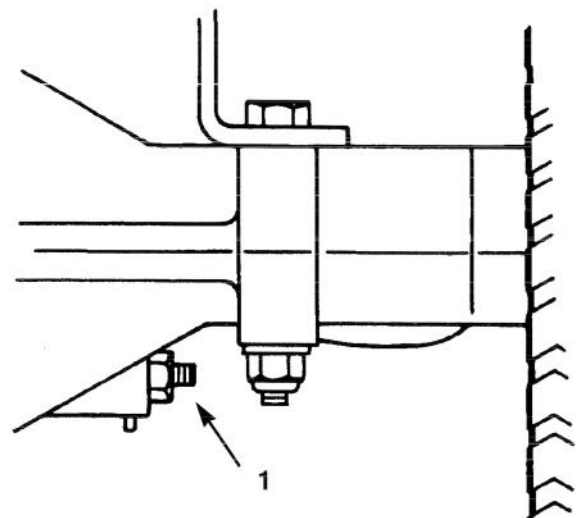

Figure 15
2. Pour augmenter la résistance du frein, visser l'écrou de réglage (Fig. 15) d' $\frac{1}{8}$ de tour dans le sens horaire, puis effectuer un nouveau contrôle du frein. Poursuivre le processus de réglage et de contrôle jusqu'à ce que le frein soit correctement réglé.